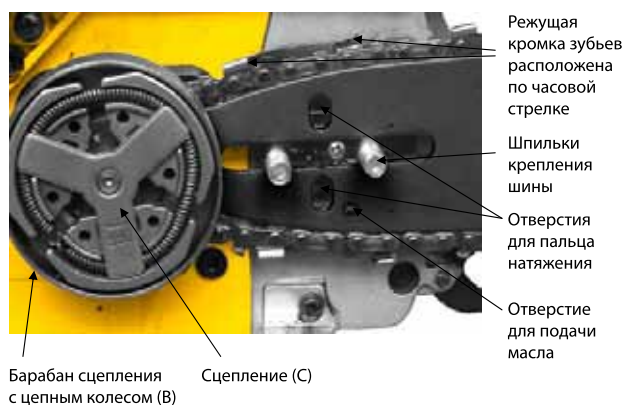

Рис.4
4. Установите шину на шпильки как показано на Рис.4.
5. Поместите цепь на зубья цепного колеса (В),расположенного позади сцепления (С). Удостоверьтесь в правильном положении цепи на звездочке.(рис. 4).
Барабан сцепления (В рис.4) мгновенно блокируется и цепь останавливается.
2. Чистоту отверстия смазочного канала на шине (Рис.4) При необходимости почистить.